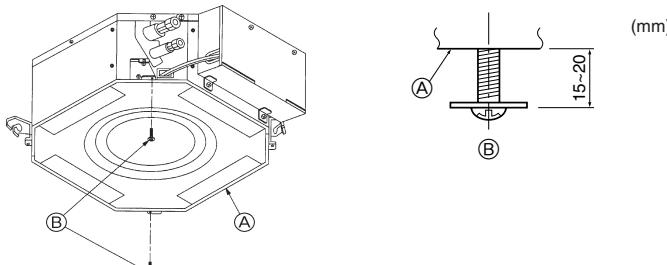

Fig. 8-5
8.3.1. Preparación (Fig. 8-5)
- (A) Unidad principal